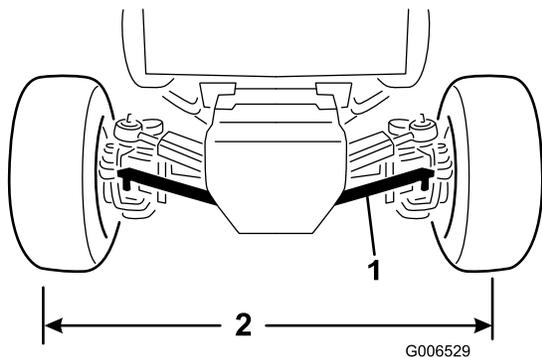

Bild 68
1. Entfernen Sie die Splinte und Kronenmuttern ab, mit denen das Kugelgelenk der Zugstange an der Befestigungshalterung an der Achse befestigt ist. Entfernen Sie das Kugellager von der Achse (Bild 68).
3. Drehen Sie das Kugelgelenk der Spurstange, bis der Abstand von Mitte zu Mitte an der Vorder- und der Rückseite der Hinterräder gleich ist (Bild 68).